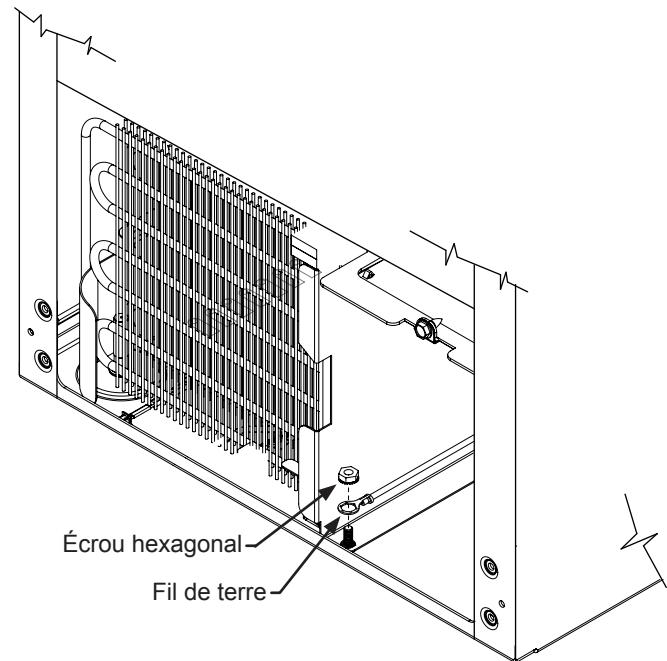

Figure 5
5) Prenez le faisceau de fils de 18" du kit de la pompe de drainage et branchez-le sur la carte principale à l'endroit d'où son cordon d'alimentation vient d'être ôté. Enlevez l'écrou hexagonal sur le boulon mécanique frontal avec une clé à fourche de 3/8" (Voyez la Figure 5) et fixez le fil de terre sous cet écrou hexagonal. Resserrez bien l'écrou. Faites glisser l'extrémité avec fiche du faisceau de fils de 18" dans la machine à glaçons de façon à ce qu'il soit accessible depuis son arrière.